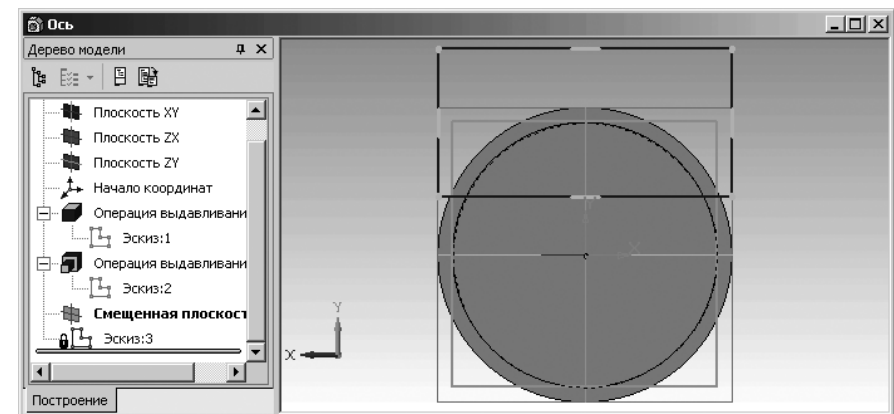

Рис. 1.75. Эскиз прямоугольника на **Смещенной плоскости** оси
- щелкните на панели инструментов **Вид** по кнопке **Показать все** – предпоследней кнопке или нажмите функциональную клавишу **F9**. **Смещенная плоскость:1** и только что построенный **Эскиз:3** для построения выреза предстанут в наибольшем размере. Это состояние показано на рис. 1.75.